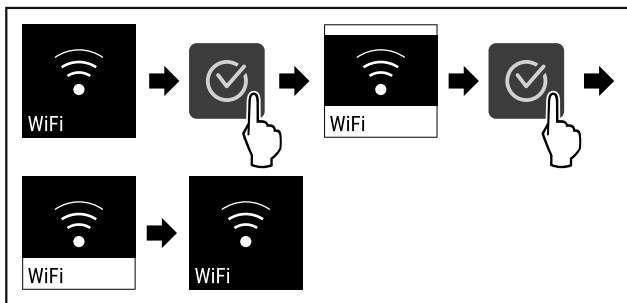

Fig. 86
- ▶ Provedte akční kroky (viz Fig. 86).